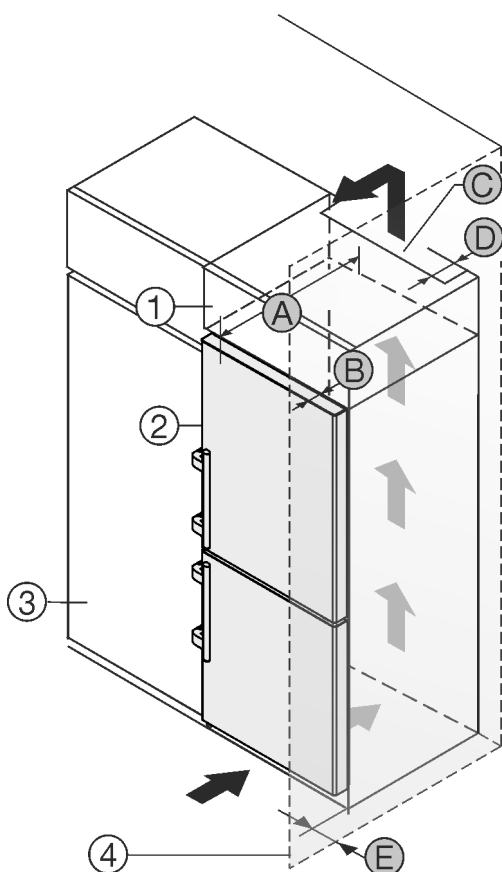

Fig. 2
Jūs varat uzstādīt ierīci tieši blakus virtuves skapim *Fig. 2 (3)*.*
Uzliekamā skapīša aizmugurē jābūt ventilācijas spraugai ar dziļumu *Fig. 2 (D)* visa uzliekamā skapīša platumā.*
Zem telpas grieztiem jāievēro ventilēšanas šķērsriezums *Fig. 2 (C)*.*
Ja jūs uzstādāt ierīci ar eņģēm blakus sienai *Fig. 2 (4)*, tad atstatumam starp ierīci un sienu jābūt vismaz 57 mm. Tas atbilst atlikušajam attālumam līdz rokturim pie atvērtām durvīm.*
Lai jūs varētu pilnīgi atvērt durvis, ierīcei jābūt izvērītai par durvju dziļumu *Fig. 2 (B)* attiecībā pret virtuves skapja priekšdaļu. Atkarībā no virtuves skapju *Fig. 2 (3)* dziļuma un sienas spraišļu izmantošanas ierīce var būt vairāk izvērīta.*